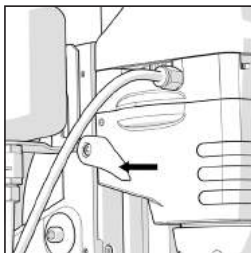

Fig. 13
- Bloccare la testa da taglio nella posizione richiesta sul binario a coda di rondine. La leva di blocco è posizionata sul lato sinistro inferiore della scatola del cambio. **(Fig. 13)**